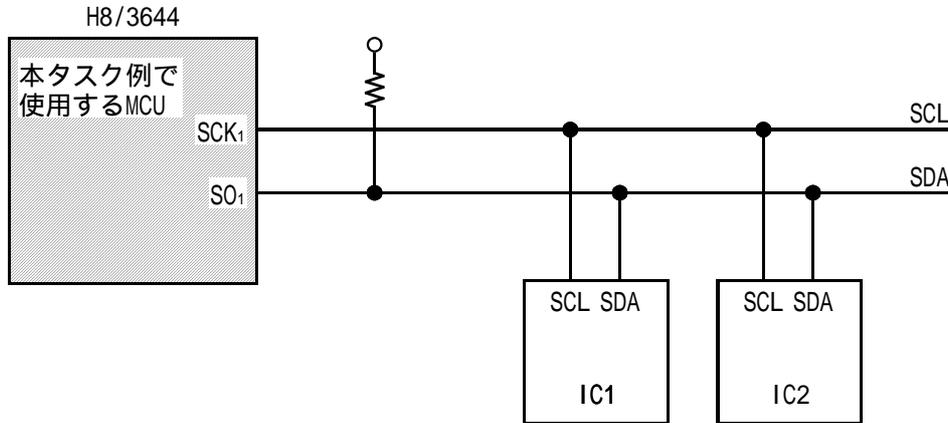

図1 SSB接続例
- (1) 図1に示すようにSSB通信機能を使用して、SCL (Serial Clock) とSDA (Serial Data) の2線で接続されたIC1、IC2を制御します。
- (2) 6.4 μ sの転送クロックで、16ビットのデータを送信します。
- (3) 16ビットデータの転送後に、TAIL MARKを付加して送信します。TAIL MARKにはHOLD TAILを選択します。